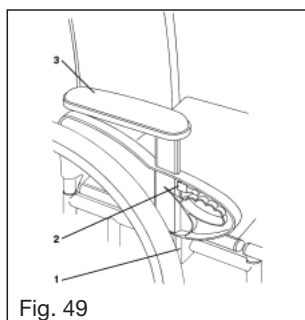

Fig. 49
L'accoudoir vient se loger dans le tube de logement (1). Pour le sortir, levez l'accoudoir vers le haut (Fig. 49) après l'avoir déverrouillé.